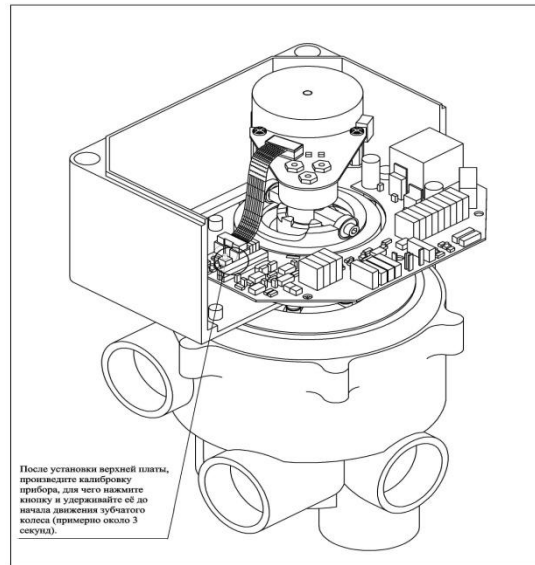

Рис. 6
- 1.4.5. Надеть плату энкодера (см рис.1.2, поз.6) на вал (см рис.1.2, поз.1) и прикрутить двумя винтами М3х5 из комплекта прибора (см. рис. 6). Подключите интерфейсный кабель (см. схему 1.3), вставьте разъем на шлейфе от верхней платы в соответствующий разъем на нижней плате, прикрутите верхнюю плату к соответствующим опорным стойкам.
Правильно собранный узел выглядит следующим образом (рис. 6, 1):